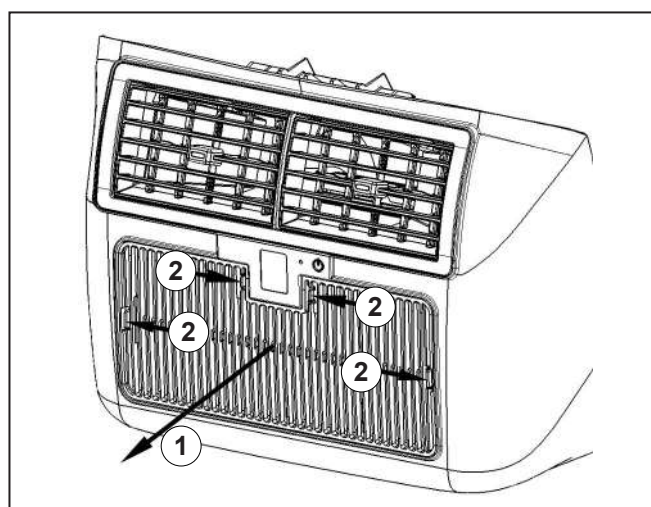

Fig. 7
1. Appuyer sur les quatre ressorts de retenue («Fig. 7» rep.1) et retirer la grille située sur la face avant («Fig. 7» rep.2)